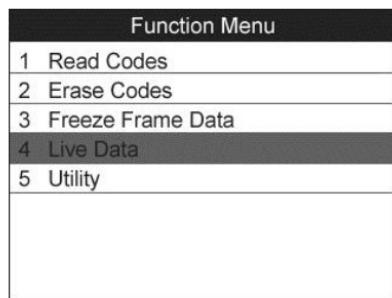

Figura 10.2
- 1) Desde el menú de función (Figura 10.2) use el botón de desplazamiento **ARRIBA/ABAJO** para seleccionar **Leer Códigos**, y presione el botón **OK**.
- 1) Desde el menú de función (Figura 10.2) use el botón de desplazamiento **ARRIBA/ABAJO** para seleccionar **Borrar Códigos**, y presione el botón **OK**.
- 1) Desde el men ú de funci ón (Figura 10.2) use el bot ón de desplazamiento **ARRIBA/ABAJO** para seleccionar **Datos de Imagen Congelada**, y presione el bot ón **OK**.
Desde el menú de función (Figura 10.2) use el botón de desplazamiento **ARRIBA/ABAJO** para seleccionar **Datos en Vivo**, y presione el botón **OK**.
Desde el menú de función (Figura 10.2) use el botón de desplazamiento **ARRIBA/ABAJO** para seleccionar **Utilidad** y presione el botón **OK**. La herramienta de escaneo muestra el menú de función como aparece debajo.